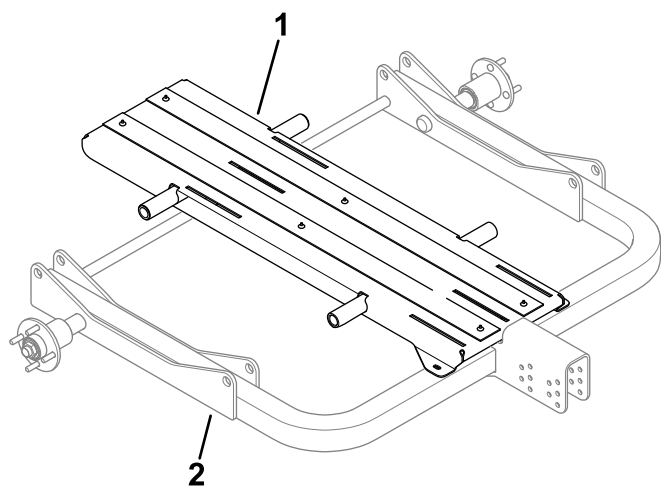

Figura 18
1. Posizionate il supporto centrale sul telaio principale come illustrato nella **Figura 18**.